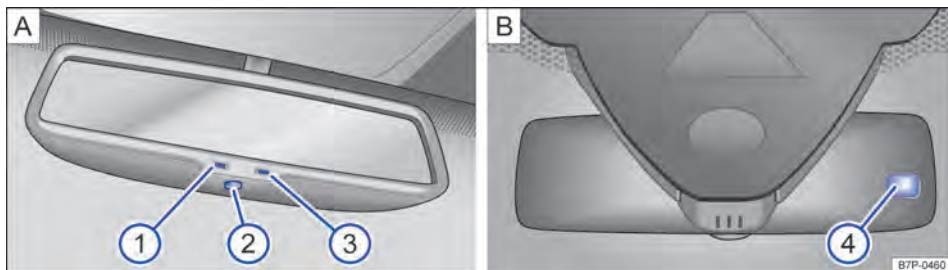

Fig. 122 No para-brisa: espelho retrovisor interno com antiofuscante automático.
Legenda para Fig. 122:
- ① Luz de controle.
- ② Interruptor.
- ③ Sensor para reconhecer a incidência de luz por trás.
- ④ Sensor para reconhecer a incidência de luz pela frente.
O antiofuscante automático pode ser ligado e desligado com o interruptor no espelho retrovisor interno \Rightarrow Fig. 122 A ②. Quando o antiofuscante automático estiver ligado, a luz de controle \Rightarrow Fig. 122 A ① se acende.
- Um sensor apontando para o interior do veículo, que mede a incidência de luz desde *atrás* \Rightarrow Fig. 122 A ③.
- Um sensor no lado que indica para o para-brisa, que mede a incidência de luz pela *frente* \Rightarrow Fig. 122 B ④.